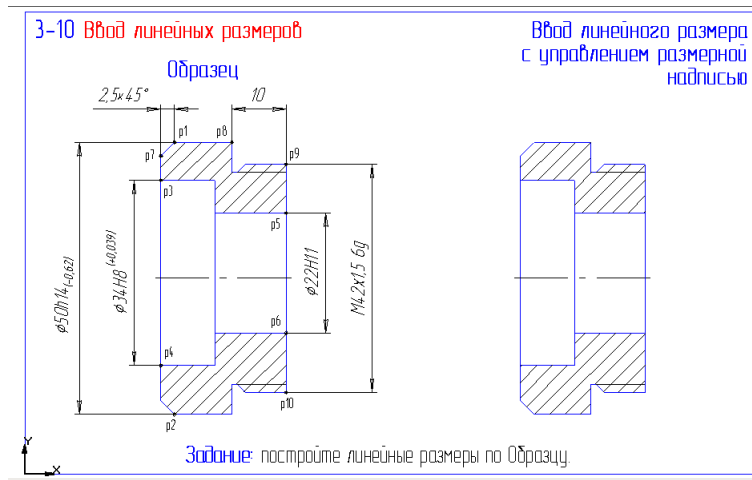

Рис. 16
18. Откройте файл фрагмента 3-10 (рис. 16) и выполните простановку линейных размеров с управлением размерной надписью. Результат сохраните.